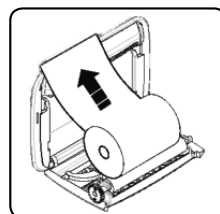

Figura 2
- Posizionare il rotolo di carta e di garantire che la carta se impostare nella giusta direzione, come mostrato in figura 2;